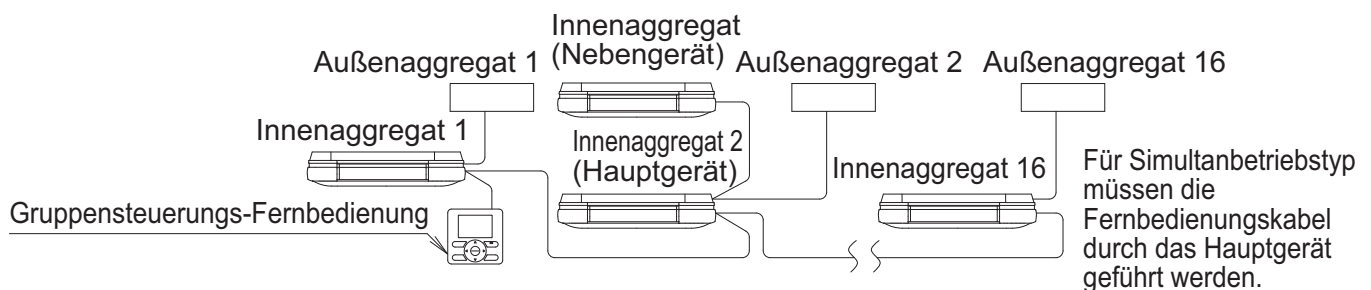

Abb. 43
- Bei Verwendung als eine Tandemeinheit oder als eine Master-Einheit für den Simultanbetrieb können Sie gleichzeitig die Start-/Stopp- (Gruppen-) steuerung für bis zu 16 Einheiten mit der Fernbedienung ausführen. (Siehe Abb. 43)